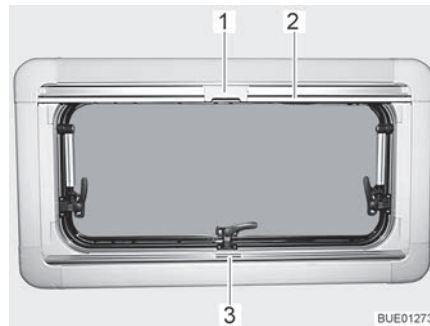
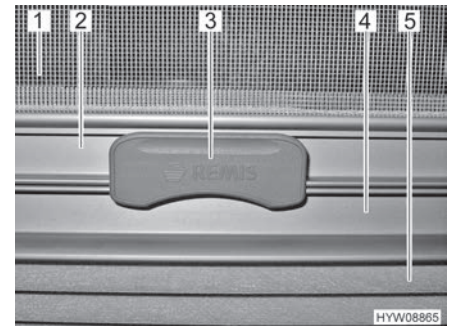

Bild 14 Överkantshängt fönster
Bild 15 Spärr
Plisségardinen (Bild 15,5) finns i den nedre rullgardinskassetten.
- Ta tag i mitten på plisségardinens list (Bild 14,3 och Bild 15,4) och drag den nerifrån och uppåt och släpp den vid önskad höjd. Plisségardinen stannar på denna höjd.
Insektsnätet (Bild 15,1) finns i den övre rullgardinskassetten.
- Drag, med listen (Bild 14,2 och Bild 15,2), ner insektsnätet tills listen stöter mot plisségardinen (Bild 15,4).
- Lås fast insektsnätets spärr (Bild 14,1 och Bild 15,3) på plisségardinens list. När spärren är låst, kan plisségardinen och insektsnätet justeras samtidigt.
- Tryck spärren (Bild 15,3) på insektsnätet uppåt.
- För långsamt tillbaka insektsnätet med listen (Bild 14,2).